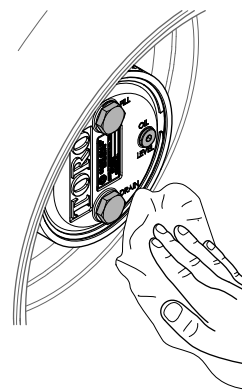

Bild 104
3. Wischen Sie das Gehäuse des Planetengetriebes und der Bremse ab (Bild 104).